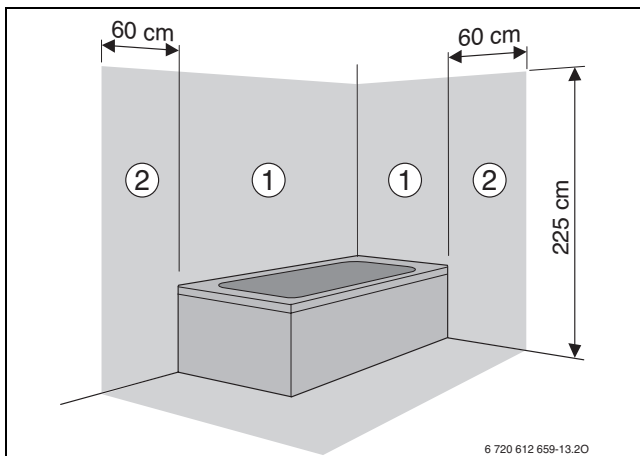

Fig. 17
- in zona di sicurezza 1 e 2 (→ fig. 17):